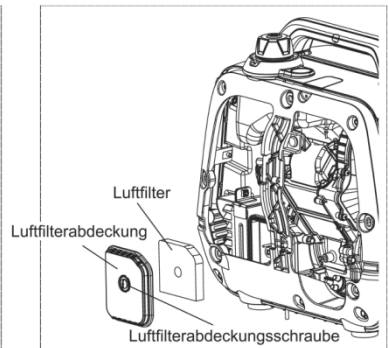

Fig. 14b
2. Entfernen Sie die Luftfilterabdeckung durch lösen der Luftfilterabdeckungsschraube. (Fig. 14B)